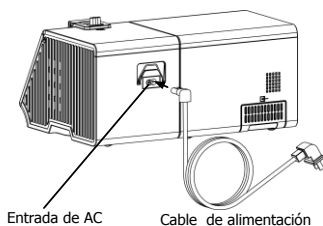

Fig. 11-3
(1) Inserte el enchufe del cable de alimentación en la entrada de CA en la parte posterior del dispositivo, como se muestra en la Fig. 11-3.